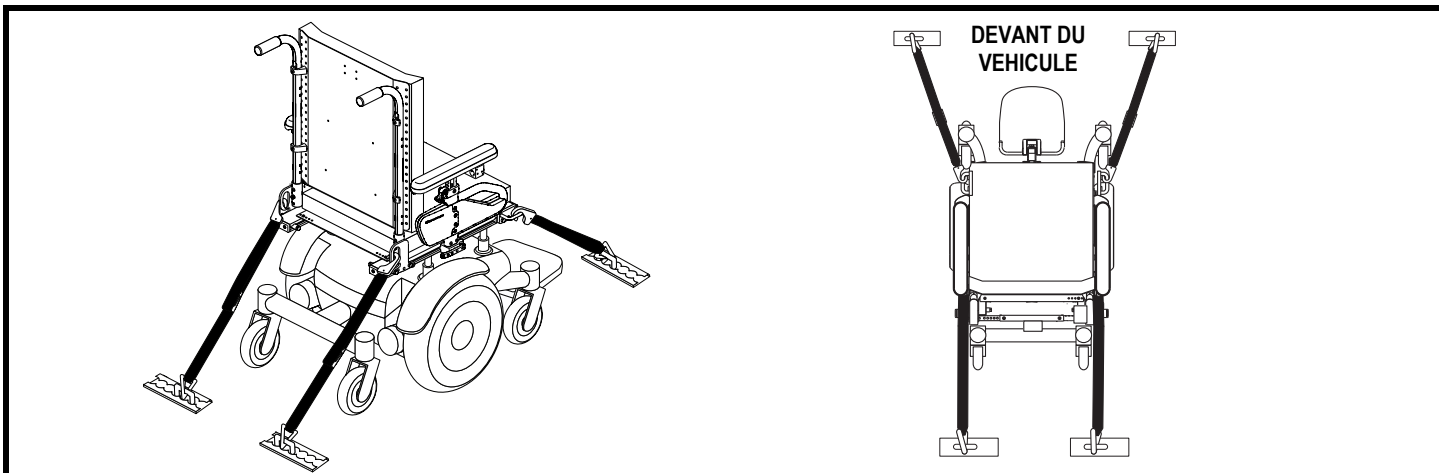

Figure 9. Accroches-taxi pour fauteuil motorisé non occupé
- Positionnez les points d'ancrage arrière des courroies directement derrière le fauteuil motorisé. Les points d'ancrage avant sont disposés plus loin de chaque côté du fauteuil motorisé afin d'augmenter la stabilité latérale. Voir la figure 9.